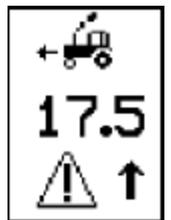

fig. 18
- Bei Anbaugerät in Arbeitsposition und einer die Streumöglichkeiten überschreitenden Arbeitsgeschwindigkeit blinkt auf der Monitorseite MAIN die auf Abbildung 18 dargestellte Warnung und wird durch ein Akustiksignal begleitet.